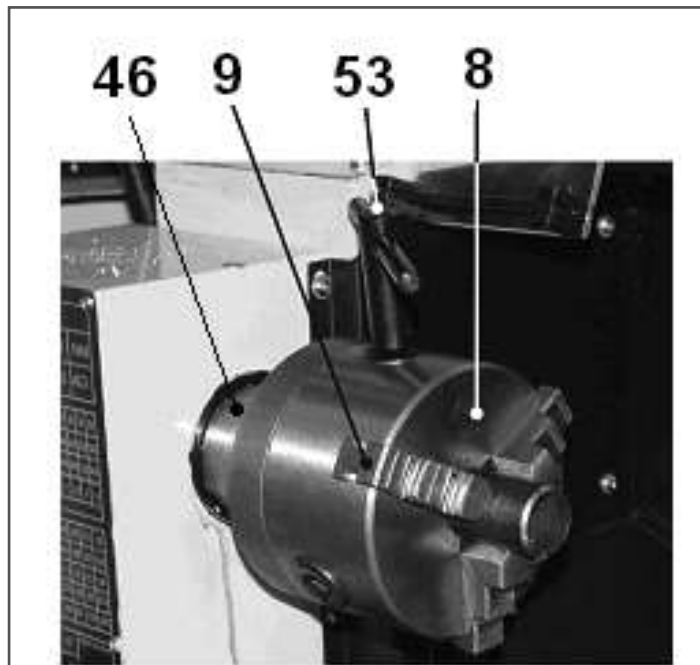

Рис. 9
10.1.1. Перед включением станка убедитесь в том, что переключатель (7) направления вращения шпинделя (46), Рис. 9, находится в нейтральном положении.
10.1.4. С помощью Т-образного ключа патрона (53) раздвиньте кулачки (9) трёхкулачкового самоцентрирующегося патрона (8), вставьте заготовку и с помощью Т-образного ключа патрона (53), зажмите заготовку в трёхкулачковом самоцентрирующемся патроне (8). Извлеките Т-образный ключ патрона (53) из гнезда трёхкулачкового самоцентрирующегося патрона (8), Рис. 9.
10.1.5. Для замены кулачков (9) вставьте Т-образный ключ (53) в трёхкулачковый самоцентрирующийся патрон (8), вращая Т-образный ключ (53) против часовой стрелки, полностью разожмите кулачки (9) трёхкулачкового самоцентрирующегося патрона (8). После этого кулачки (9) можно извлечь, соблюдая очередность и помечая мелом расположение каждого кулачка (9) в трёхкулачковом самоцентрирующемся патроне (8). Для установки кулачков (9) сохраняйте последовательность в обратном порядке, соблюдая очерёдность кулачков (9), Рис. 9.